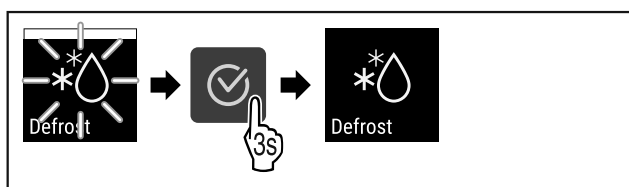

Fig. 87
- ▷ Handlungsschritte (siehe Fig. 87) durchführen.